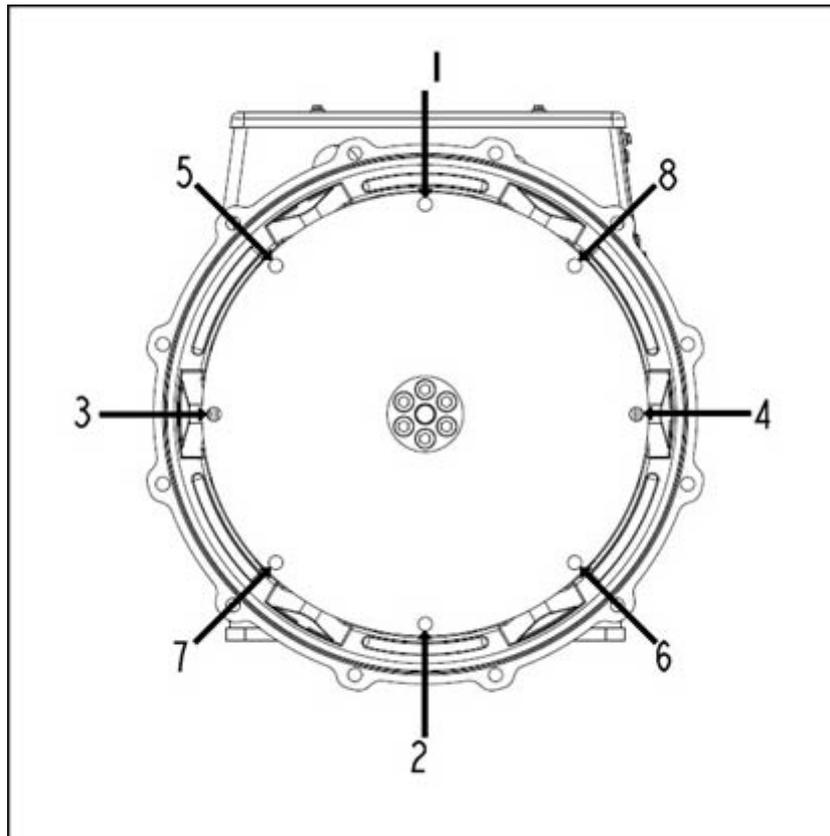

FIGURE 22. SÉQUENCE DE FIXATION À LA ROUE VOLANTE
10. Serrer les vis pour fixer le disque d'accouplement au volant dans l'ordre indiqué sous Figure 22 à la page 42.